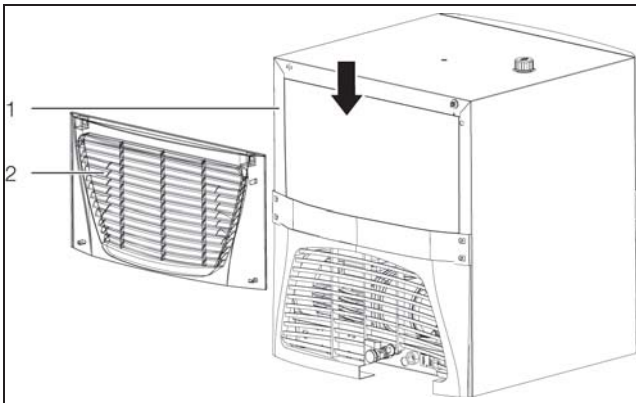

Fig. 49: Installazione dei filtri (3320.600 e 3334.600)
- Con cautela staccare dal contenitore la griglia di aerazione superiore e inferiore (fig. 49, pos. 1) sul lato posteriore del chiller.
- Inserire il filtro (fig. 49, pos. 2) (nr. d'ord. 3286.520) nel chiller dalla parte superiore.